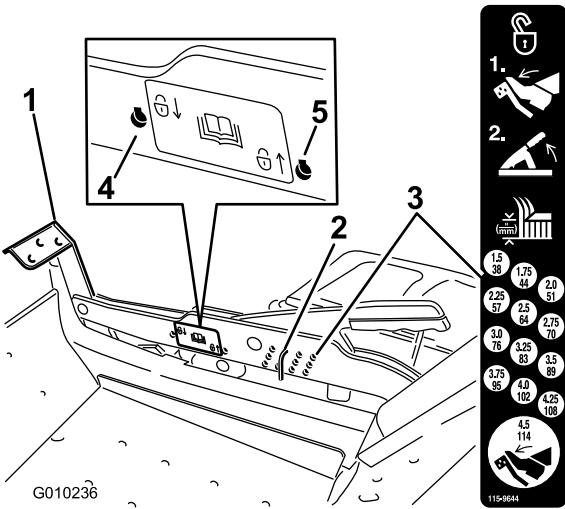

Figura 24
1. Pise el pedal de elevación de la plataforma y eleve la plataforma a la posición de transporte (que es también la posición de altura de corte de 114 mm (Figura 24).
2. Retire el pasador del soporte de altura de corte (Figura 24).
3. Seleccione un taladro en la pegatina de bloqueo e inserte el pasador (Figura 24).
2. Para ajustar la altura de corte, retire el pasador del soporte de altura de corte (Figura 24).
3. Seleccione el taladro del sistema de altura de corte que corresponde a la altura de corte deseada, e inserte el pasador (Figura 24).